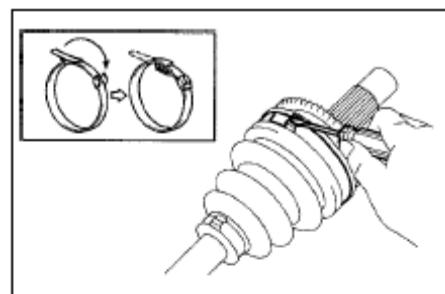

Рис. 136
**29. Установите большой хомут пыльника внешнего ШРУСа.** Для этого воспользуйтесь отверткой, как показано на рисунке.(рис. 136)